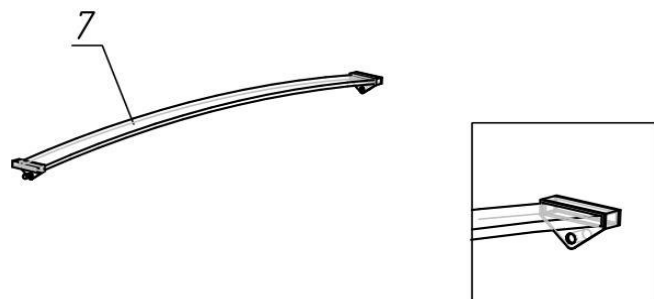
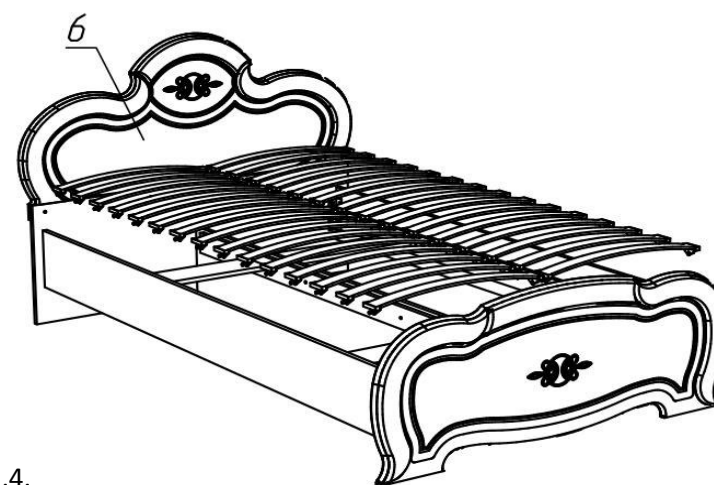

Рис.1.3.
Рис.1.4.
1.7.Растелить ортопедический настил, для этого одеть латодержатели на торцы ламели ортопедического настила (рис.1.3) и установить ее в отверстия опорной части кровати. Таким образом установить все элементы ортопедического настила. (Рис.1.4.)